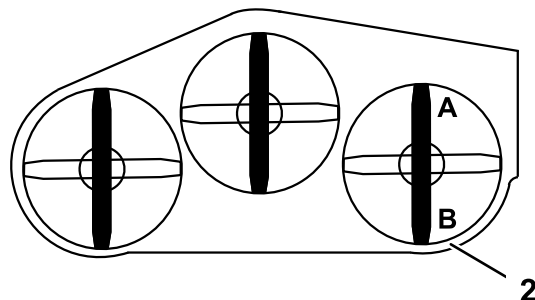

Figura 78
1. Coloque la cuchilla derecha en posición longitudinal (Figura 78).
2. Mida la cuchilla derecha en la posición A desde una superficie nivelada hasta el filo de corte del extremo de la cuchilla (Figura 78).
4. Mida la cuchilla derecha en la posición B desde una superficie nivelada hasta el filo de corte del extremo de la cuchilla (Figura 78).
6. La cuchilla del cortacésped debe estar entre 6 y 10 mm más baja en la posición A que en la posición B (Figura 78). Si no es correcta la distancia, continúe con los pasos siguientes.